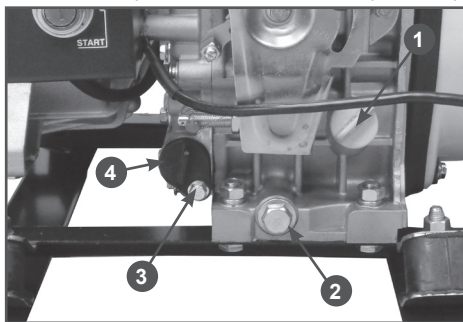

Рис. 20 Замена моторного масла
4. Осторожно открутите крышку-щуп 1 маслосливной горловины, протрите щуп насухо и отложите в сторону (Рис. 20).
5. Открутите пробку 2 для слива масла и слейте отработанное масло в подготовленную для этого емкость (Рис. 20).
6. Открутите болт 3 фиксации масляного фильтра. Во избежание пролива масла подложите кусок ветоши под масляный фильтр 4, после чего извлеките масляный фильтр 4 (Рис. 20).